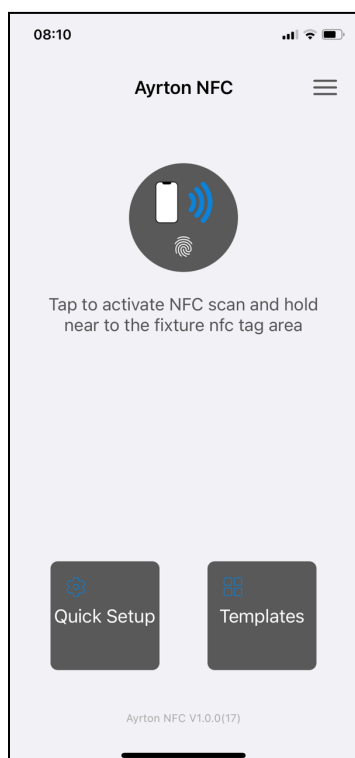
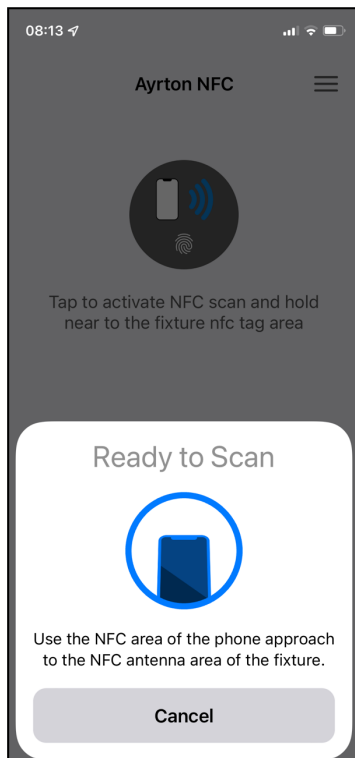
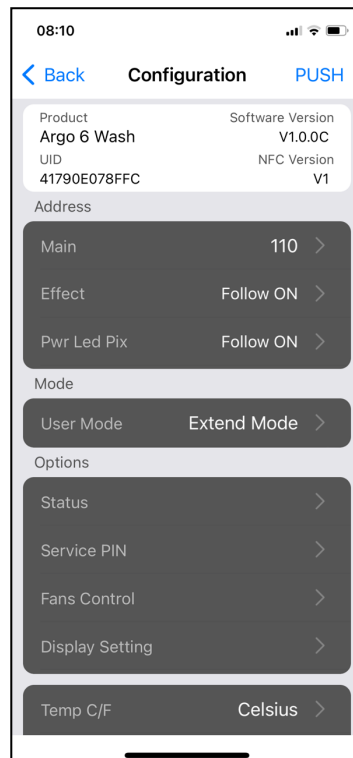

Figure 1
Figure 2
Figure 3
- 1) Ouvrez l'App Ayrton NFC (figure 1) et appuyez sur le bouton pour activer la fonction NFC (figure 2). Approchez la zone lecture NFC de votre smartphone de la zone NFC de l'appareil, indiquée par le logo NFC. Après lecture, les informations concernant l'appareil et sa configuration seront affichées (figure 3)